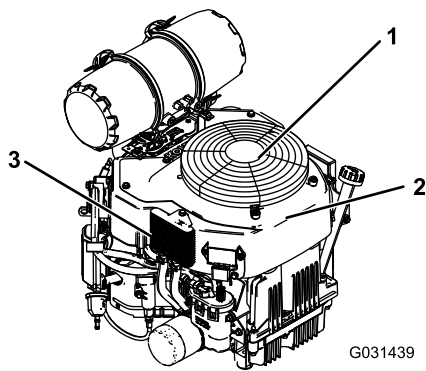

Figure 67
3. Enlevez la grille d'entrée d'air et le carter du ventilateur (Figure 67).
5. Reposez la grille d'entrée d'air et le carter du ventilateur (Figure 67).